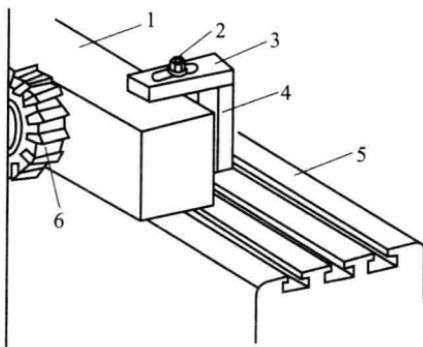

图 1-4 在卧铣上用端铣刀铣垂直平面
(2) 在卧铣床上铣垂直面。对于工件尺寸较大或形状复杂，则采卧铣用端铣刀加工。把工件基准面放在工作台面上，用压板和螺栓将工件压紧，用端铣刀铣削垂直面，如图 1-4 所示。